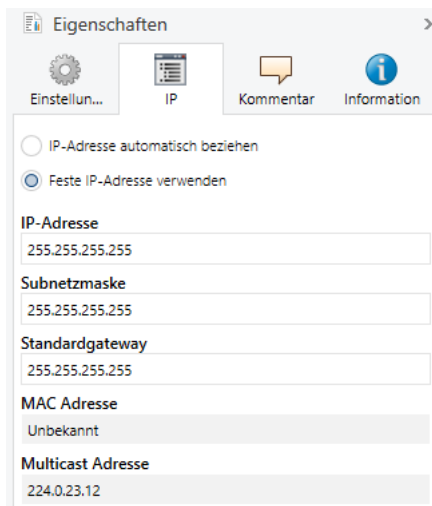

Abbildung 18: IP-Einstellungen
3. Die zur Verfügung stehenden Auswahlmöglichkeiten finden Sie in Abbildung 18 und in der Tabelle 11, Einstellungen zur manuellen IP-Adressen-Eingabe oder zum automatischen Bezug, S. 31.